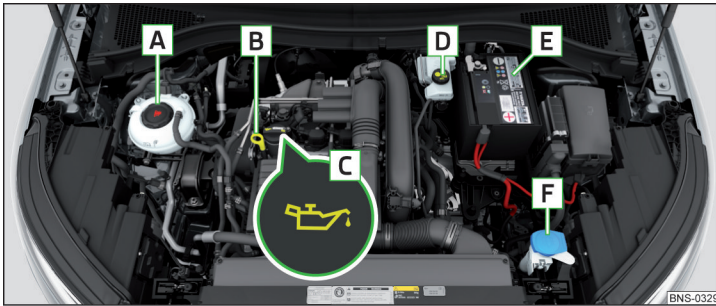

Abb. 324 Anordnungsbeispiel im Motorraum
- ▶ Den Deckel der Motoröleinfüllöffnung **C** abschrauben » Abb. 324 auf Seite 290.